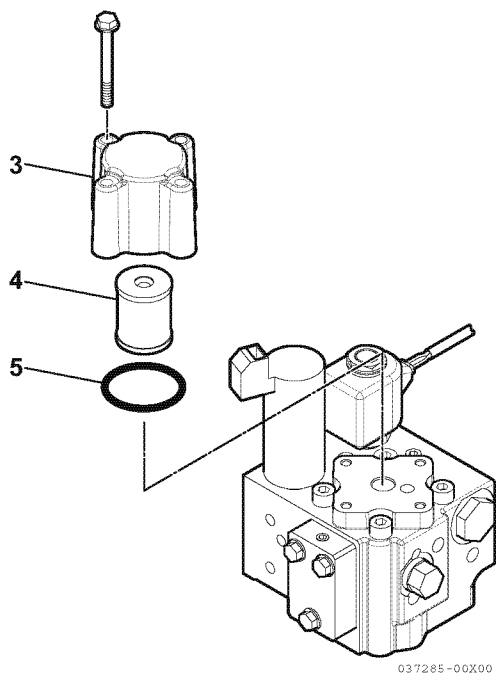

Figura 5
2. Rimuovere l'involucro della cartuccia del filtro (3, **Figura 5**).
3. Rimuovere la cartuccia del filtro (4, **Figura 5**).
4. Rimuovere e sostituire O-ring (5, **Figura 5**).